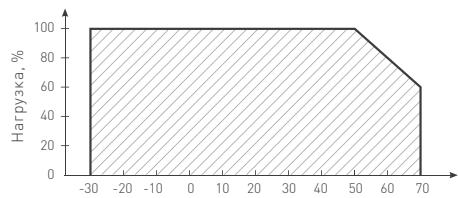

Рис. 2. Максимальная допустимая нагрузка, % от мощности источника.
- ↗ Температура окружающего воздуха от -30 до +50 °C, см. график зависимости максимальной допустимой нагрузки на источник питания от температуры окружающей среды на Рис. 2;
Учитывайте, что с повышением температуры окружающей среды, максимальная мощность источника питания снижается, см. график зависимости максимальной допустимой нагрузки на источник питания от температуры окружающей среды на Рис. 2.